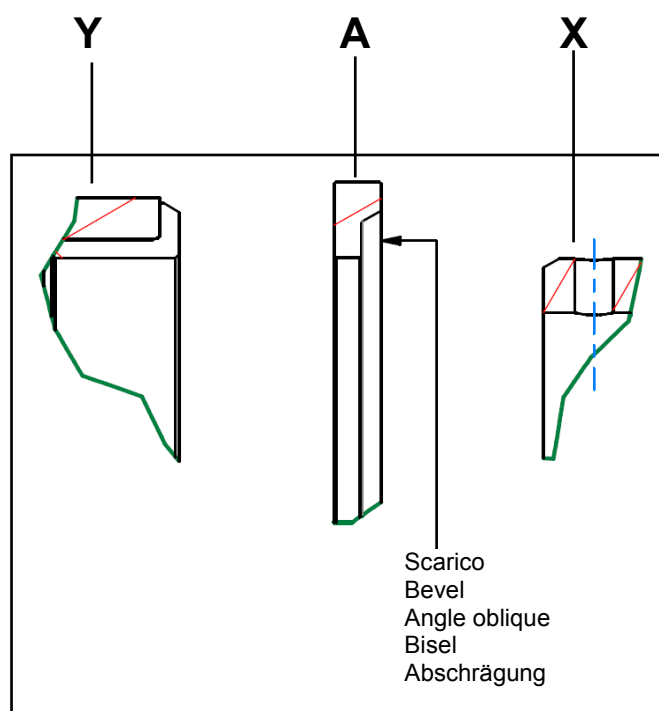

fig.30/1
- Das Distanzstück **A** (Abb.30/1 und 30/2) auf die Achse stecken, so dass die Abschrägung gegen den Anbauahmen **X** zeigt (Detail **P** – Abb.30/1);
- die Achse des Anbaurahmens in das Rohrstück **Y** am Querbalken stecken (Abb.30/1 und 30/2);
- den Anbauahmen mit der Schraube **B**, dem Distanzstück **C** und der Mutter **D** (Abb.30/2) festmachen.